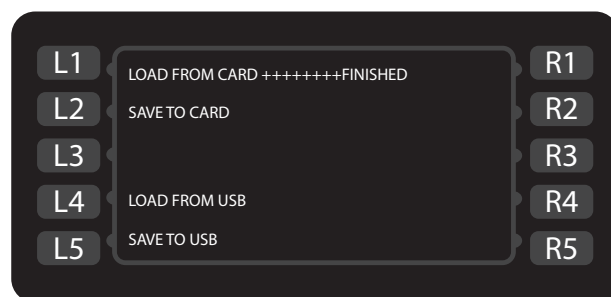

Figure 16 : Chargement...terminé
3. Assurez-vous que le four bippe et affiche FINISHED (TERMINÉ) (Figure 16, page 14).